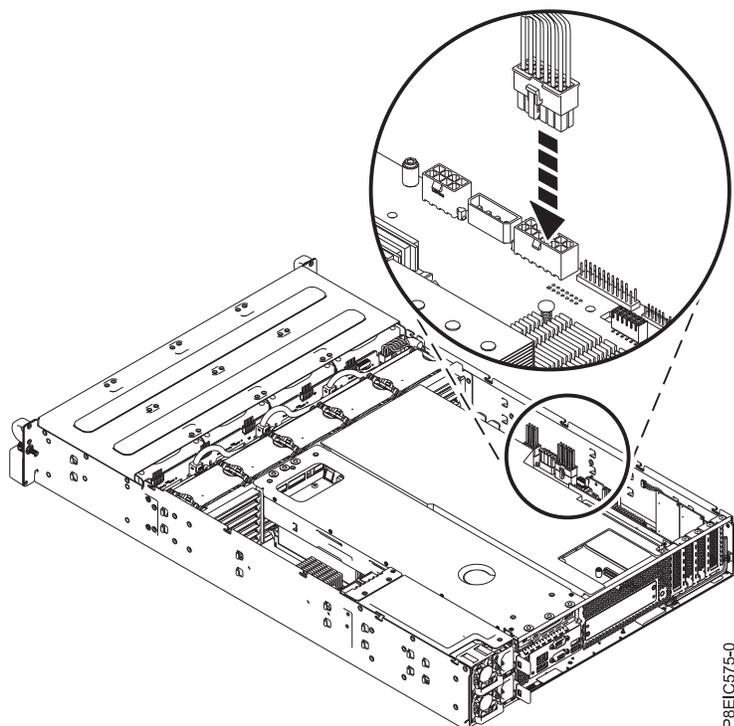

Figura 87. Conexión del cable de alimentación de la unidad frontal
20. Sustituya el cable de alimentación de unidad frontal en placa posterior del sistema, tal como se muestra en Figura 87. Asegúrese de que el clip del pestillo del cable encaja en su lugar en el conector.